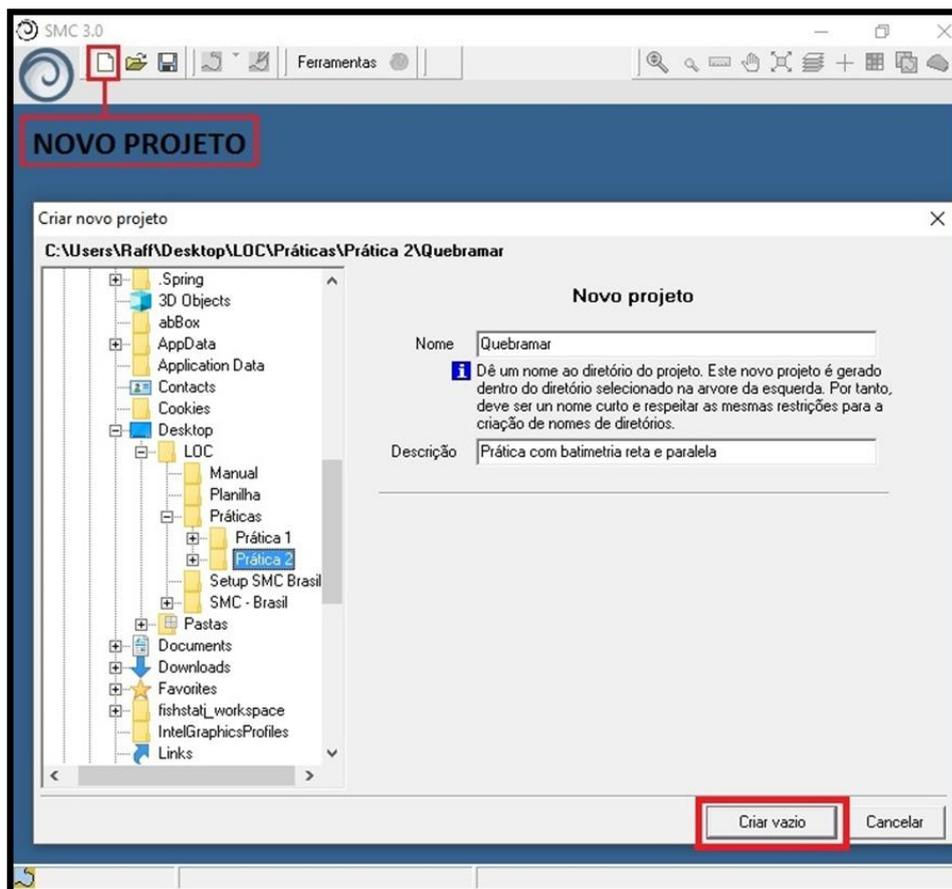

Figura 1 – Janela de criação de um novo projeto no SMC 3.0.
- 1) Abrir o SMC 3.0 e pressionar o botão “Novo projeto”. Colocar como “Nome” **Quebramar** e no campo “Descrição”: **Prática com batimetria reta e paralela. IMPORTANTE: Não se deve criar o projeto na pasta indicada (C:\Arquivos de Programas(x86)\SMC Brasil) mas sugere-se salvar em “C:” ou “C:\Praticas\Pratica2” (pastas Praticas\Pratica2 criada pelo usuário) para facilitar no andamento da modelagem. Salvar nessa pasta pode gerar um conflito de endereçamento ao projeto durante a execução de cálculos, impossibilitando a realização da prática.** Em seguida criar o projeto clicando em “Criar Vazio” (Figura 1);